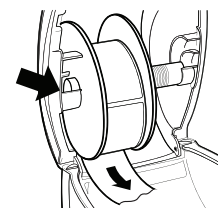

Abbildung 3
Abbildung 3 und 4 in diesem Abschnitt veranschaulichen das Laden von Etiketten in einen LabelWriter 450. Diese Anleitungen zum Laden von Etiketten gelten aber für alle LabelWriter-Modelle.
- 6 Führen Sie die Etikettenspindel in die Zuführung in der Druckerabdeckung ein, wobei die Etiketten unten von der Rolle absteigen sollten. Siehe Abbildung 3.